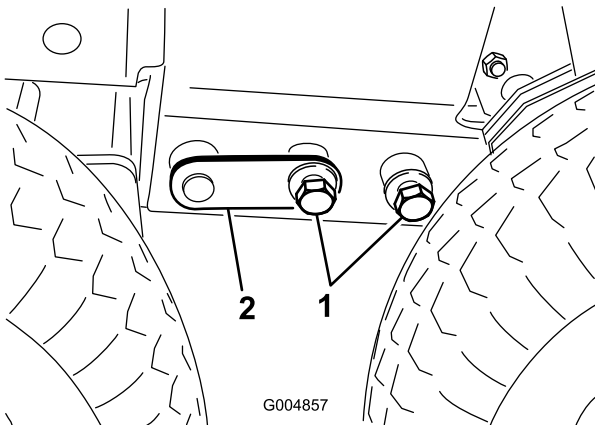

Figura 78
26. Retire los 2 pernos ($\frac{3}{4}$ " de diámetro) que conectan el bastidor delantero al bastidor trasero, por delante del neumático de la rueda motriz, en cada lado del bastidor (Figura 78).